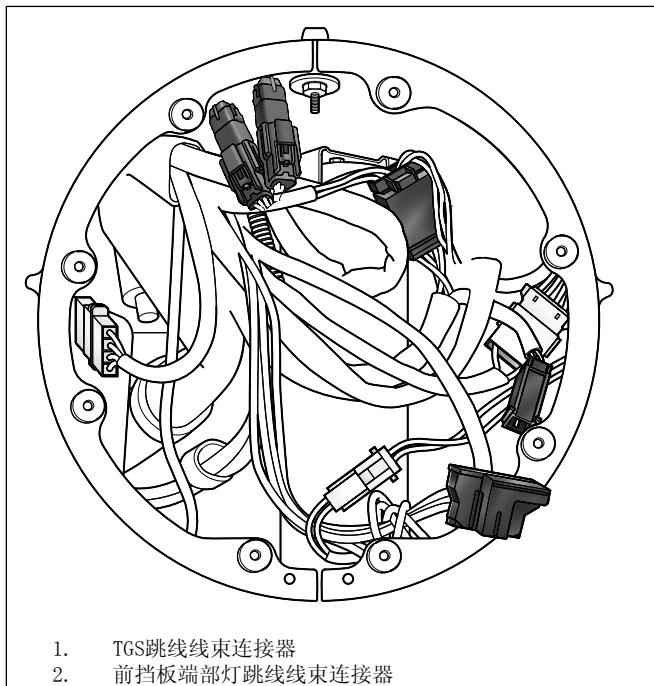

图8。路王车型前灯接线
- a. 参见图8。找到挡板端部灯接线。
- a. 参见图8。找到挡板端部灯接线(2)。
5. 参见图8。将右侧手柄上的TGS连接器半体连接到线束连接器半体(1)。